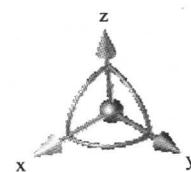

图 1-14 罗盘
①层的状态：绿色 = 当前层，红色 = 可见层，黑色 = 消隐层。
②激活（使层可见）或抑制（使层不可见）。
③冻结/解冻，被冻结层中的元素可见，但用户不能对其进行修改。
(11) 罗盘 (如图 1-14 所示)